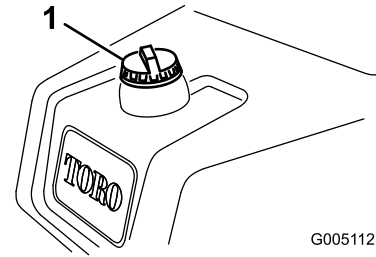

Figura 24
1. Limpie alrededor del tapón del depósito de combustible (Figura 24).